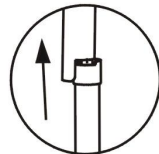
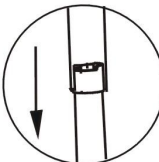

Figure a-1
Figure a-2
- 3) Lorsque vous placez le tapis roulant en position de fonctionnement, veuillez lever l'extrémité du châssis principal (embout) afin que le tube de support en position pliée soit plus grand que le cylindre afférent (voir figure a-1), tapotez doucement le tube de support avec votre pied (voir figure a-2), appuyez l'extrémité du châssis principal (embout) en force, retirez votre pied en pressant l'extrémité du châssis principal pendant un instant. Le cylindre raccourcira de lui-même sous le poids (voir figure b) et le châssis principal se positionnera à plat.